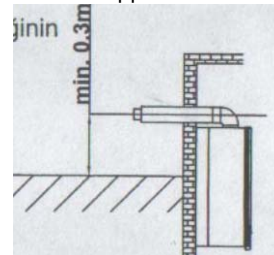

Рисунок 9
- В местах возможных ударов на выходе вытяжки, выходы вытяжки должны защищаться нержавеющей или гальванизированной железной сеткой. В местах наличия дорожного движения, это ситуация должна приниматься во внимание. (Рис. 9б)